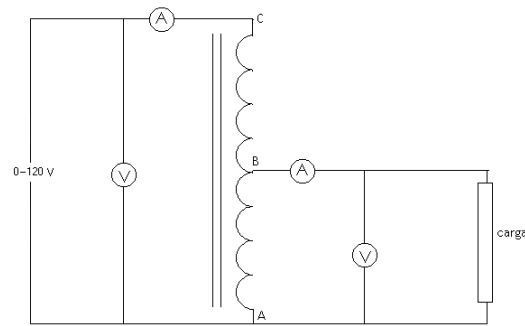

Figura 3: Autotransformador reductor
1. Arma el circuito de la figura 3 del autotransformador. Posteriormente ajustar la fuente, procurando no tener carga en el secundario, suministrar un voltaje de entrada de $120V_{CA}$.